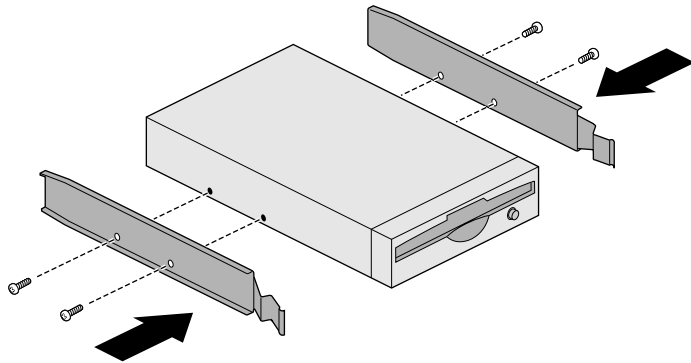

Figure 4-3 Fixation des coulisseaux sur le lecteur de support amovible
6. Fixez un coulisseau de chaque côté du lecteur, comme indiqué à la Figure 4-3.